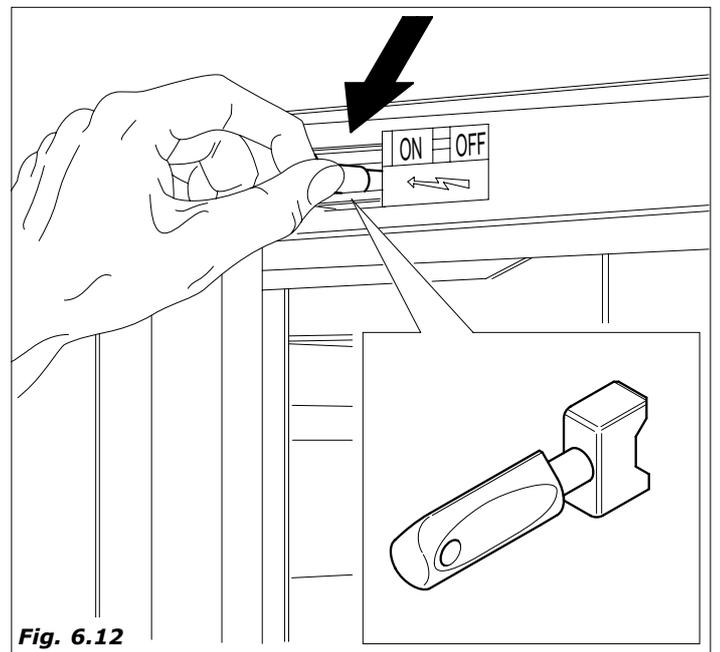

Fig. 6.12
- Para los casos en que es necesario trabajar con la puerta abierta y la máquina conectada, es posible, para el técnico instalador, trabajar de esta forma, introduciendo y girando 90° la llave especial de plástico en el interruptor de puerta del distribuidor automático (Fig.6.12).
- introducir la llave en el interruptor de puerta (Fig.6.12)
- colocar el tubo de rebose en el cubo de residuos (Fig.6.12).
- colocar la llave del interruptor de puerta (Fig. 6.12) y dejar salir agua hasta que salga por el tubo de rebose.